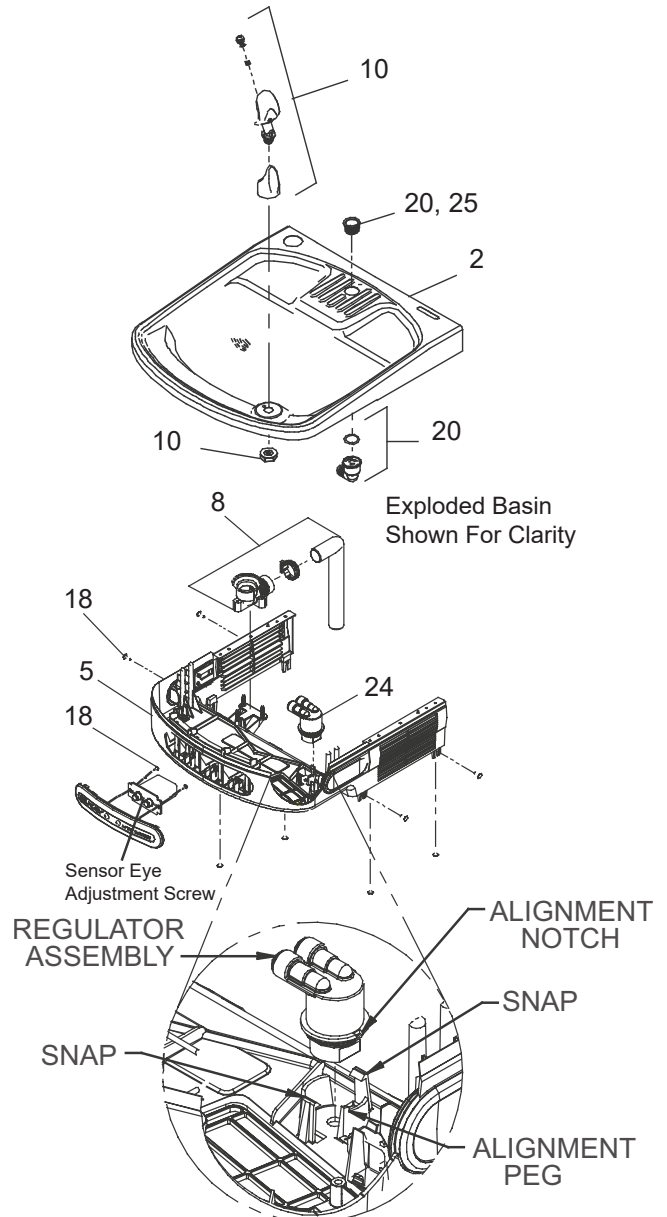

FIG. 4
- Using a small tip screwdriver, locate range adjustment screw through the small hole between the sensor lenses. Turn this screw clockwise to increase range and counterclockwise to decrease range (See Fig. 4).
- Usando un desatornillador con punta pequeña, gire el tornillo de un lado a otro pequeña agujero entre la ver ventana. de ajuste de límites en el sentido de las manecillas del reloj para aumentar el límite y en sentido contrario de las manecillas del reloj para reducir el límite (Vea Fig. 4).
- A l'aide d'un petit tournevis à pointe, effectuez une rotation de la vis de réglage à travers le petit trou entre voir fenêtre dans le sens des aiguilles d'une montre afin d'augmenter la portée, et dans le sens inverse pour la diminuer. (Voir Fig. 4).